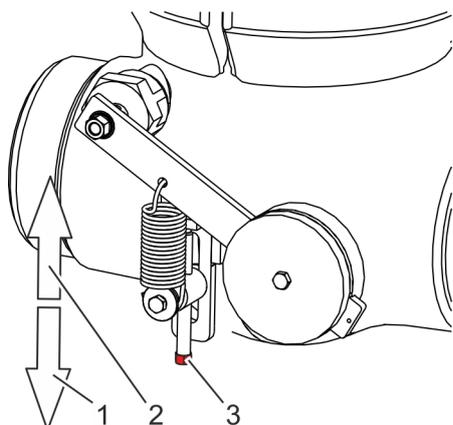

Fig. 47: Réglage de la précontrainte du ressort
26. Actionner la vis de réglage (Voir la Fig. 47/3) :
- Desserrer la vis de réglage (tourner vers l'intérieur (Voir la Fig. 47/1)) : réduction de l'aide à la fermeture (précontrainte du ressort plus faible)
- Serrer la vis de réglage (tourner vers l'extérieur (Voir la Fig. 47/1)) : augmentation de l'aide à la fermeture (précontrainte du ressort plus forte)